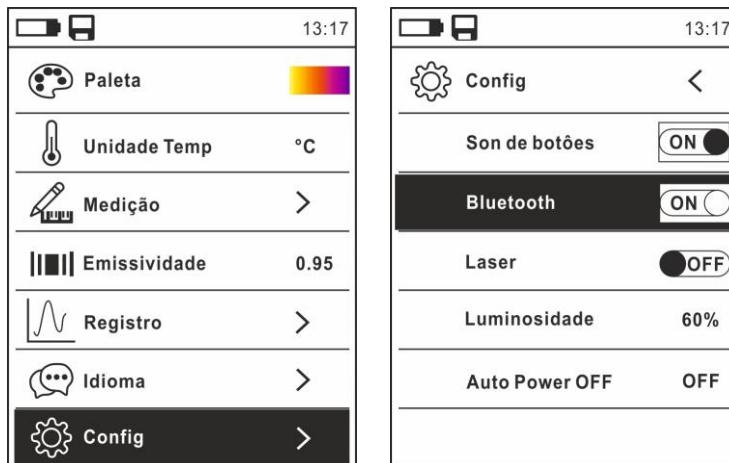

Fig. 43: Ativação ligação Bluetooth
- Premir o botão , selecionar o menu “Config” e ativar a ligação Bluetooth no instrumento (consultar o § 4.3.8) como se mostra na Fig. 43